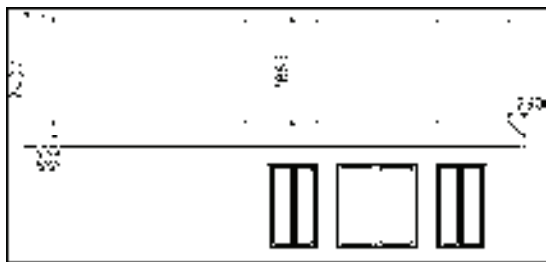

图 13-198 修剪直线
7) 绘制屋顶。调用“矩形”命令，绘制尺寸为 2047mm×200mm 的矩形；调用“直线”命令，绘制直线；调用“修剪”命令，修剪直线，结果如图 13-198 所示。